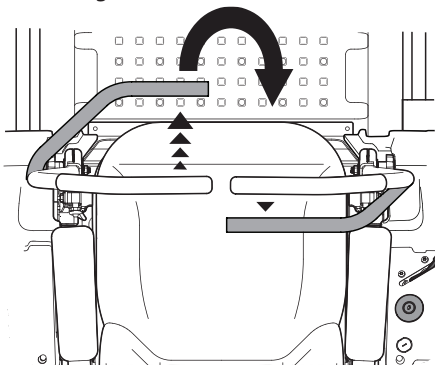

Figure 3-10
2. Pour tourner dans le sens horaire, poussez la barre de conduite gauche vers l'avant et tirez la barre de conduite droite vers l'arrière. Voir Figure 3-10.